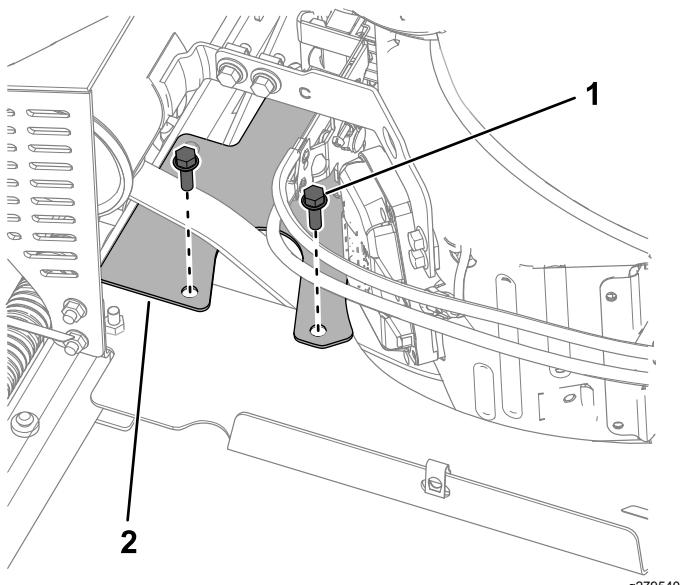

Рисунок 35
2. Отверните 2 болта (5/16 x 1 дюйм) и снимите ограждение ремня (Рисунок 35).